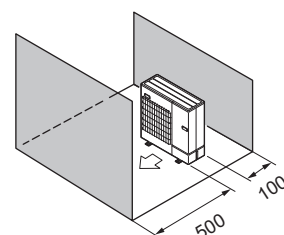

Fig. 2-11
- ④ Окружающие предметы - только спереди и сзади (Fig. 2-11)
- ⑤ Окружающие предметы - только спереди и сзади (Fig. 2-11)